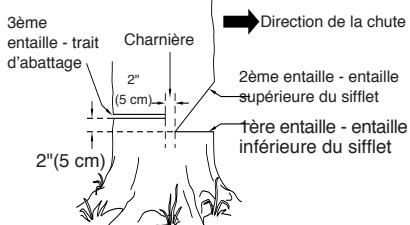

Figure 12 - Abattage d'un arbre
Un sifflet d'abattage correctement placé permet de déterminer la direction de la chute de l'arbre. Placer le sifflet d'abattage du côté de l'arbre où l'on veut qu'il tombe. (Voir la Figure 12). Procéder de la façon suivante pour faire le sifflet.
1. Faire l'entaille inférieure aussi près du sol que possible. Tenir la tronçonneuse de manière à ce que la guide-chaîne soit horizontale. Tailler sur 1/3 du diamètre du tronc d'arbre. (Voir la Figure 12)
**Exemple :** Si l'entaille inférieure a 20 cm (8 po) de profondeur, commencer l'entaille supérieure à 20 cm au-dessus de cette dernière. Scier vers le bas à un angle de 45°. L'entaille supérieure doit rencontrer l'extrémité de l'entaille inférieure. (Voir la Figure 12.)
1. De l'autre côté de l'arbre, faire le trait d'abattage à 5 cm (2 po) au-dessus de l'entaille inférieure du sifflet. (Voir la Figure 12.) Faire le trait parallèle à l'entaille inférieure.
**AVERTISSEMENT : Ne pas scier l'arbre complètement. Laisser environ 5 cm (2 po) de bois non scié directement derrière le sifflet d'abattage. (Voir la Figure 12.) Cette partie non sciée sert de charnière. La charnière empêche l'arbre de se tordre et de tomber dans la mauvaise direction.**